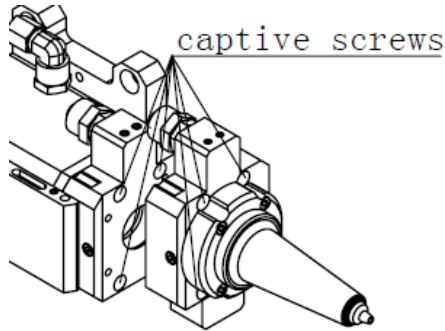

図4.5-1 (3D) モジュールWMを外し、
集光レンズは、ヘッドを機械に取り付けた状態で変更することができます。光学機器を取り扱う際には、粉塵のない手袋や指先を常に着用してください。BT230は小型で軽量であり、あらゆる方向に切断して溶接することができます。したがって、3種類のBT230モジュールがあります：3D切断モジュール、2D切断モジュール、溶接モジュールです。図4.5-1,4.5-2,4.5-3を参照してください。
- 図4.5-1,4.5-2,4.5-3を参照してください。ロックスクリューを下から上に取り出します。